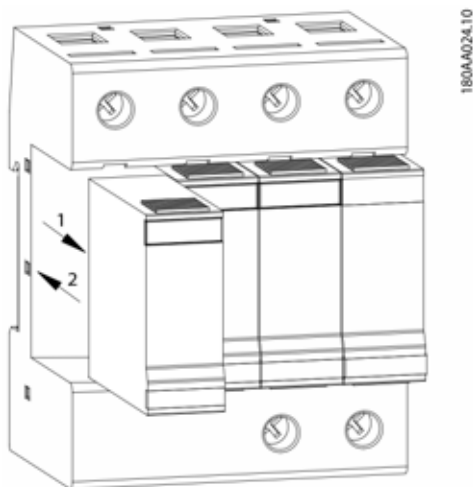

Figure 1.2 : 3 parafoudres AC
1. Insérez les nouveaux parafoudres jusqu'à ce qu'ils s'enclenchent. Voir (2) dans la figure 1.2 et (2) dans la figure 1.3.